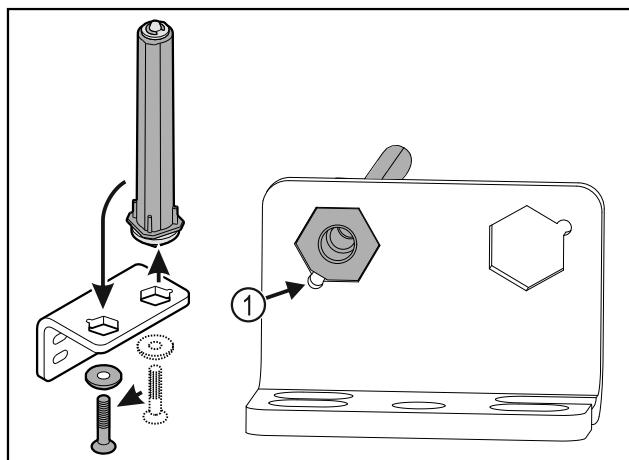

Fig. 33
- Pobrinite se za to da je prilikom umetanja zakošenje na svornjaku Fig. 33 (1) usmjereni prema okrugloj rupi.